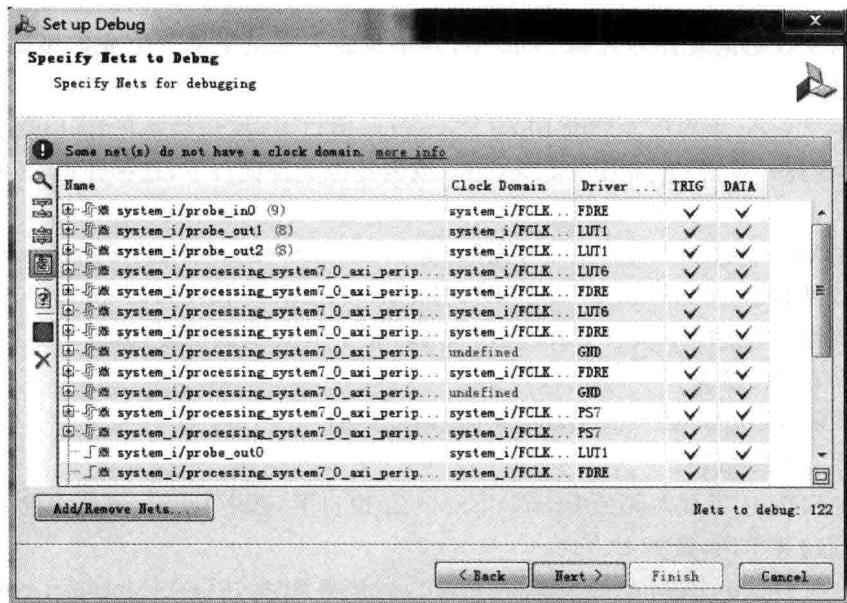

图 4.105 设置网络对话框界面
(14) 选中 Unassigned Debug Nets，单击右键，出现浮动菜单。在浮动菜单内，选择 Set up Debug...选项。
(15) 出现 Setup Debug 对话框界面。
(16) 单击 Next 按钮。
(17) 如图 4.105 所示，出现 Set up Debug-Specify Nets to Debug(设置调试-指定调试的网络)对话框界面。
(18) 在该图中，分别选中 BRESP 和 RRESP(由 GND 驱动)，单击右键，出现浮动菜单。在浮动菜单内，选择 Remove Nets。
(19) 单击 Next 按钮。